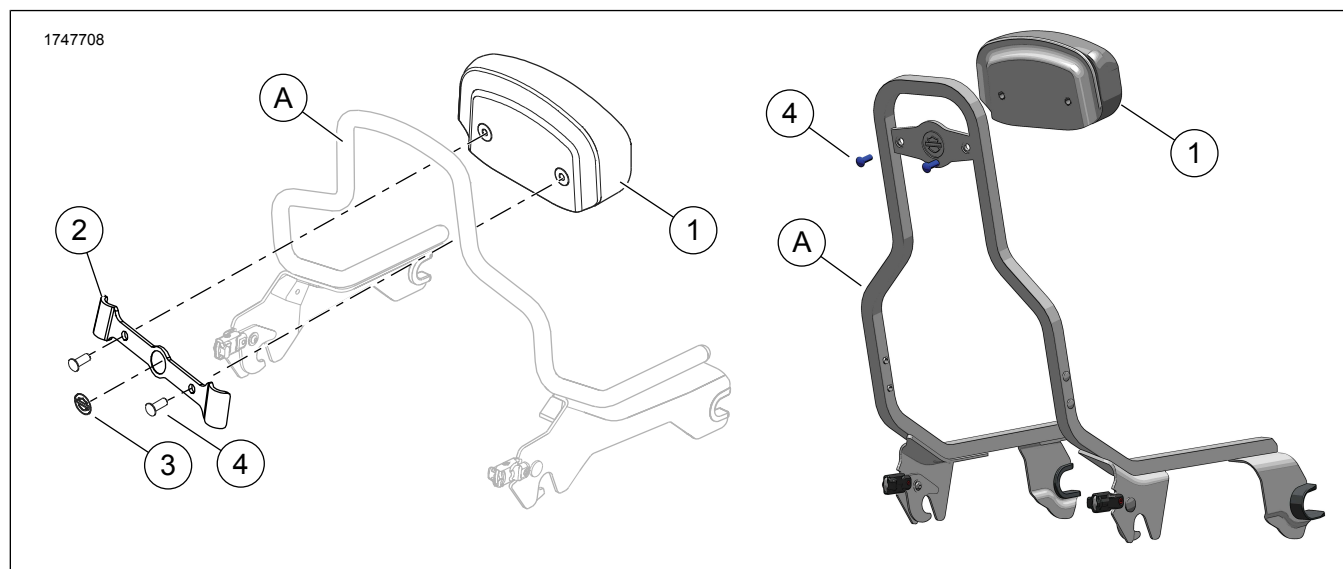

Figure 1. Contenu du kit : Kit de coussin de dossier compact
1. Voir la figure 1. Positionner le coussin de dossier (1) de manière à ce que le contour de la base s'aligne avec le haut du montant de barre Sissy Équipement d'origine (A).
- Les côtés du support (3) ne sont pas symétriques. La largeur en haut est inférieure à la largeur en bas.
- Utiliser un mélange à 50/50 d'alcool isopropylique et d'eau pour bien nettoyer la surface du montant Équipement d'origine (A) avant d'installer le support (2). Laisser sécher complètement. Poser à température ambiante. 10–32 °C (50–90 °F)
2. Retirer la protection adhésive des côtés gauche et droit du support (3).
3. Voir la figure 1. Placer le support de montage contre le coussin de sorte que le montant de barre Sissy Équipement d'origine (A) se trouve entre le coussin (1) et le support (2).
4. Positionner le support (2) sur le montant de barre Sissy Équipement d'origine (1) et appuyer fermement.
5. Insérer les vis (4). Serrer.
1. Voir la figure 1. Utiliser un mélange à 50/50 d'alcool isopropylique et d'eau pour bien nettoyer la surface du montant de barre Sissy Équipement d'origine (A) avant d'installer le support (2). Laisser sécher complètement. Poser à température ambiante.
1. Voir la figure 1. Si nécessaire, découper la pièce imperméable en plastique autour des trous de vis pré-perçés dans le coussin de dossier (1) pour éviter que le plastique s'accroche dans les filets.
2. Positionner le coussin de dossier (1) de manière à ce que le contour de la base s'aligne avec le haut du montant de barre Sissy Équipement d'origine (A).
- Voir la figure 1. Utiliser un mélange à 50/50 d'alcool isopropylique et d'eau pour bien nettoyer la surface du montant de barre Sissy Équipement d'origine (A) avant d'installer le support (2). Laisser sécher complètement. Poser à température ambiante. 10–32 °C (50–90 °F)
4. Voir la figure 1. Placer le support de montage (2) contre le coussin (1) de sorte que le montant de barre Sissy Équipement d'origine (A) se trouve entre le coussin et le support.
5. Positionner le support (2) sur le montant de barre Sissy Équipement d'origine (1) et appuyer fermement.
6. Voir la figure 1. Insérer les vis (4). Serrer.
1. Voir la figure 1. Aligner le coussin (1) avec le support (2).
2. Poser les vis (4). Serrer.